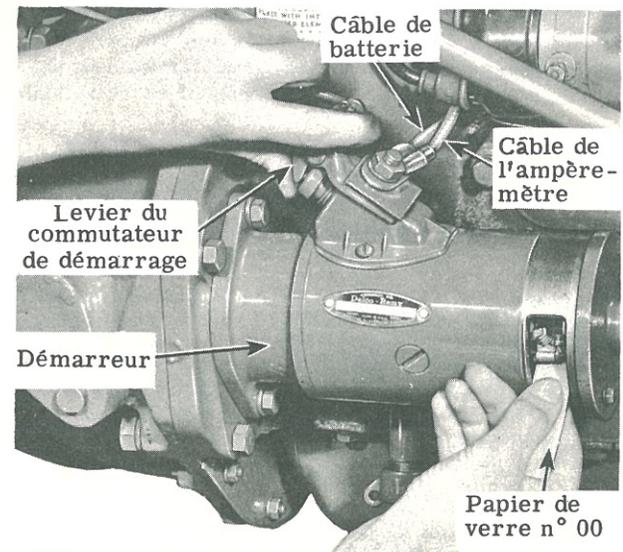

Figure 52
Pour nettoyer le collecteur, débranchez le fil "A" (fig. 39) de la prise centrale du chapeau du distributeur. Otez le couvercle-ceinture. Appuyez sur l'interrupteur de démarrage et, quand le démarreur tourne, appliquez une bande de papier de verre n° 00 sur le collecteur pour enlever la saleté et faire disparaître le brunissement. N'utilisez jamais de toile émeri ou de toile au carborundum. Voyez figure 52. Après le nettoyage, faites disparaître par soufflage les poussières du boîtier du collecteur.
2. Débranchez le câble de la batterie et le câble de l'ampèremètre de la borne de l'interrupteur du démarreur. Voyez figure 52.